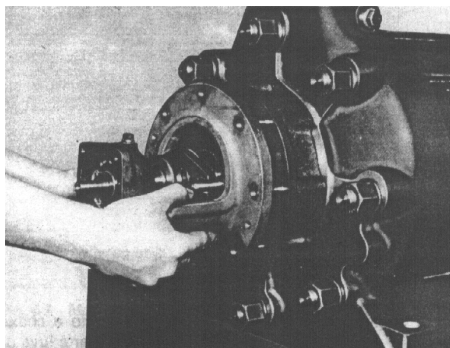

Fig. 6
- Extraer el Mancel con las manos. (Ver fig. 6)